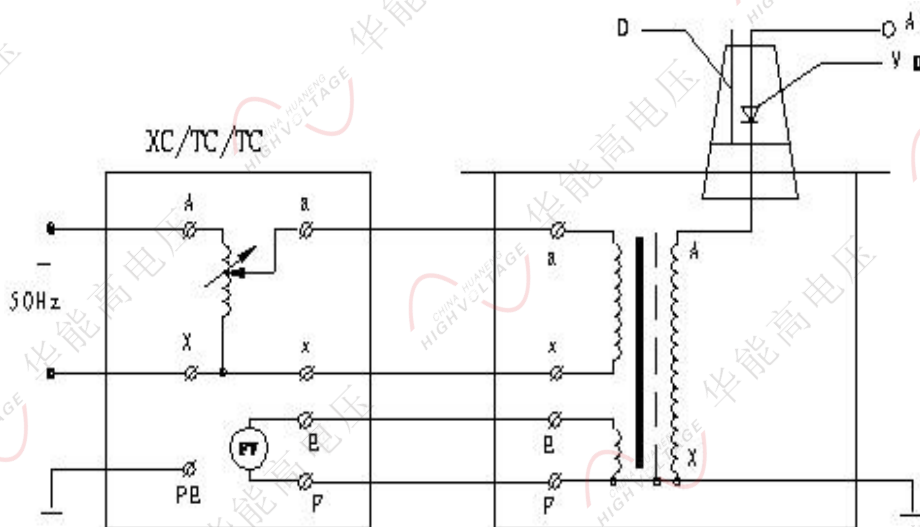

图 4：单台 HNYD 试验变压器原理图
2、单台 HNYD 试验变压器的工作原理图见图 4，图中高压套管中装有高压硅堆，串接在高压回路中作半波整流，以获得直流高电压。当用一短路杆将高压硅堆短接时，可获得工频高电压，作为交流输出状态；取消短路杆时，作为直流输出状态。